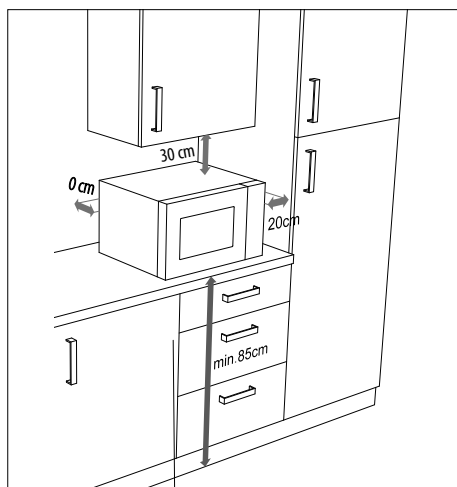

Abb. 4 – Geräteabstand
- Für eine ausreichende Belüftung müssen die dargestellten Abstände eingehalten werden (**siehe Abb. 4**). Der Abstandhalter an der Geräterückseite muss die Wand berühren. Er gewährleistet den korrekten Abstand beim Aufstellen der Mikrowelle.